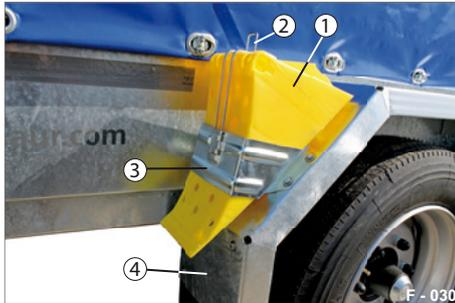

Abb. 56 Unterlegkeile, gesichert
- ▶ Drücken Sie die Sicherungsfeder (Abb. 56/2) von dem Unterlegkeil ab.
- ▶ Ziehen Sie den Unterlegkeil (Abb. 56/1) aus der Halterung heraus.
- ▶ Stecken Sie den Unterlegkeil in die Halterung (Abb. 56/3) komplett ein. Die Sicherungsfeder (Abb. 56/2) sichert den Unterlegkeil selbstständig. Der Unterlegkeil ist verliersicher gesichert.